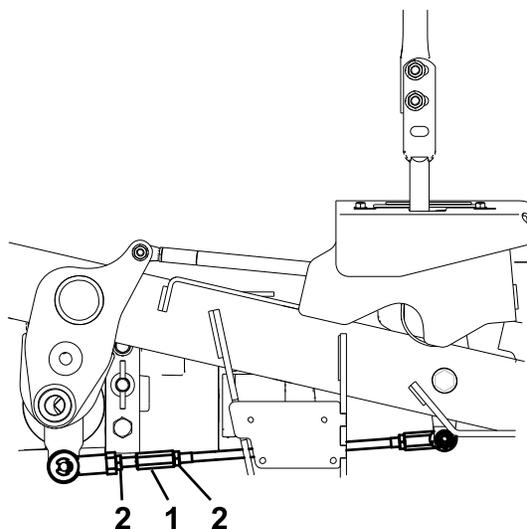

Figure 66
10. Réglez la longueur des tiges de commande de pompe en tournant les doubles écrous dans le sens voulu jusqu'à ce que les roues tournent légèrement en arrière (Figure 66).